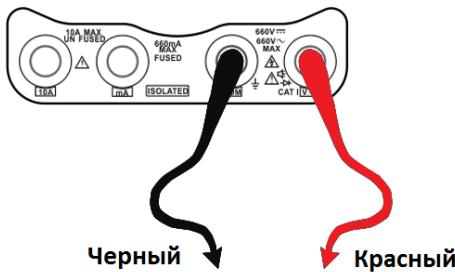

Рис.35
1. Подключить черный щуп к разъему “**COM**”, а красный щуп к разъему “**V/Ω**” CCTV-тестера (Рис.35).